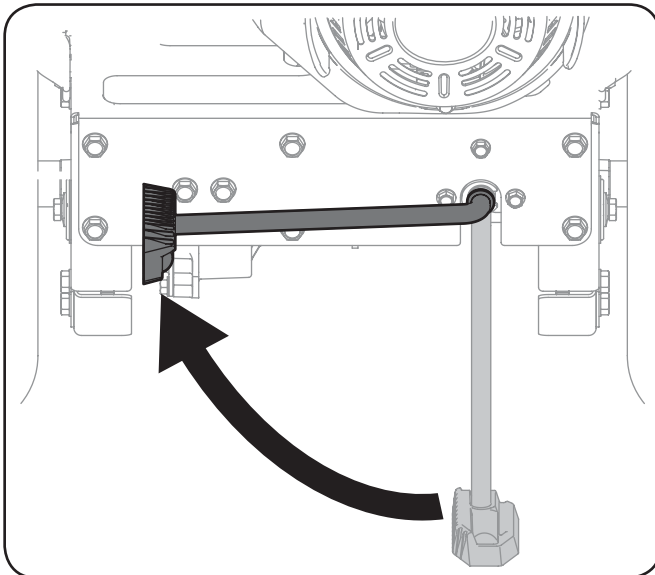

Figura 5-1
1. Con el soporte en la posición UP (arriba) en la base de potencia FLEX™, como se indica en la Figura 5-1, hágalo girar hacia el accesorio quitanieve.